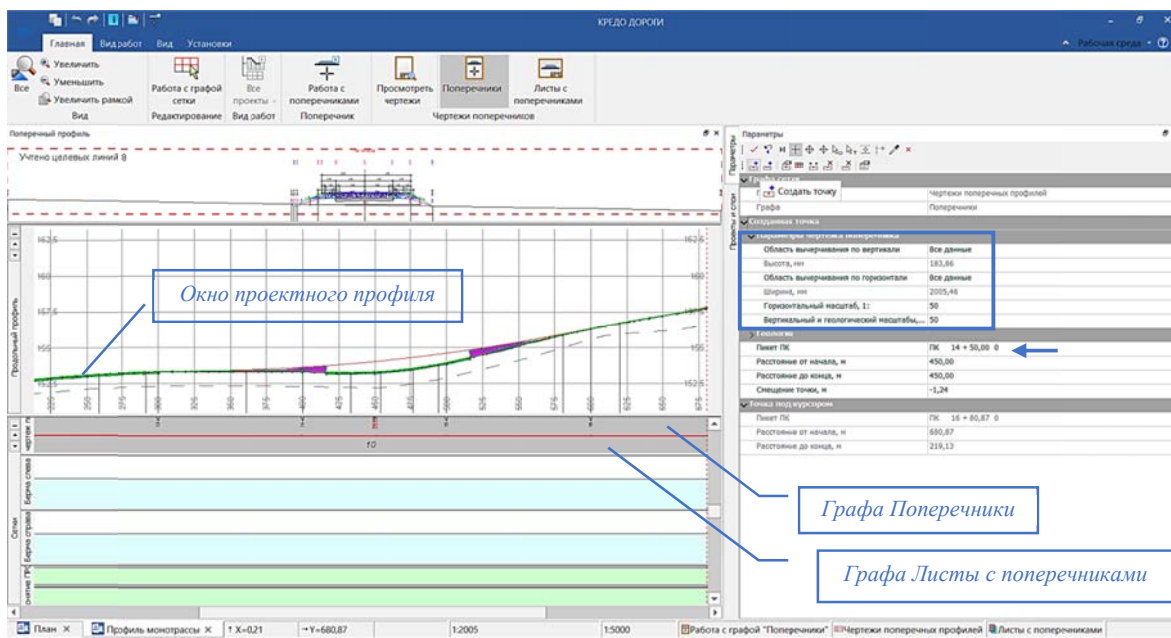

Рис. 6.34. Создание поперечного профиля с помощью команды **СОЗДАТЬ ТОЧКУ**
8. Сделать активной графу **Поперечники** сеток **Чертежи поперечных профилей**. На локальной панели **Параметры** выбрать команду **СОЗДАТЬ ТОЧКУ** и с помощью курсора (*режим курсора «указание» или «захват точки» в каждом конкретном случае решает пользователь*) указать пикетное положение в окне отображения проектного профиля или в графе **Пикет ПК** ввести точное местоположение (рис. 6.34).
9. Указать **Параметры чертежа поперечника** (рис. 6.34).